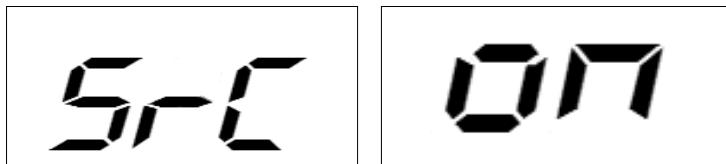

Figura F3.11 – Mensagem de “Modo de busca ativado”
- 1) Depois que a máquina pára de girar, a tela exibe automaticamente o SrC para entrar automaticamente no modo de busca, conforme mostrado na Figura F3.11.